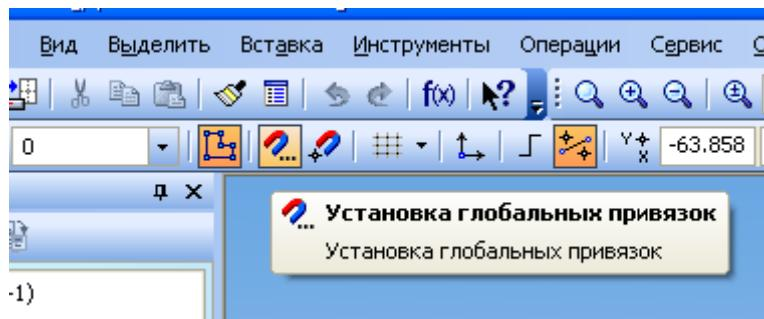
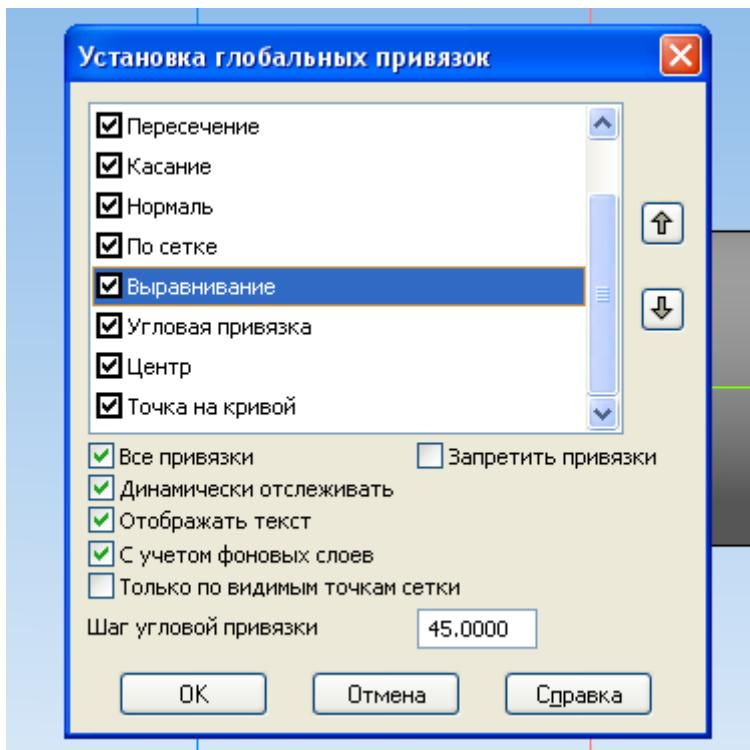

Рис. 23
Рис. 24
20. Следующий этап – построение сечения. Для этого укажите в дереве модели «**плоскость XY**», выберите ориентацию «**Нормально к...**». Далее переходите в режим редактирования эскиза. Теперь потребуется включить глобальную привязку «**Выравнивание**» - нажимаете кнопку «**Установка глобальных привязок**» (Рис. 23) и ставите галочку напротив «**Выравнивание**» (рис. 24).